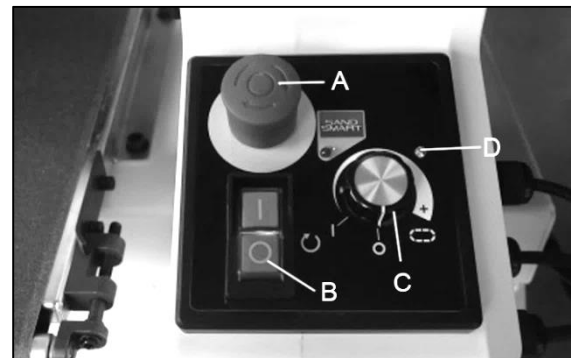

Abb. 9-1: Bedienpult
2. Den Not-Stopp Taster entriegeln, dazu den Taster (A, Fig 9-1) im Uhrzeigersinn drehen und ziehen.
**HINWEIS:** Eine blinkende LED-Lampe (D) erinnert gegebenenfalls daran, den Vorschub komplett auszuschalten, bevor die Trommel gestartet werden kann.
5. Den Trommelmotor mit dem Ein/Aus Schalter (B, Abb. 9-1) starten.
6. Den Vorschubmotor starten, dazu den Drehknopf (C) im Uhrzeigersinn drehen, sowie weiter zu drehen zur Erhöhung der Geschwindigkeit.